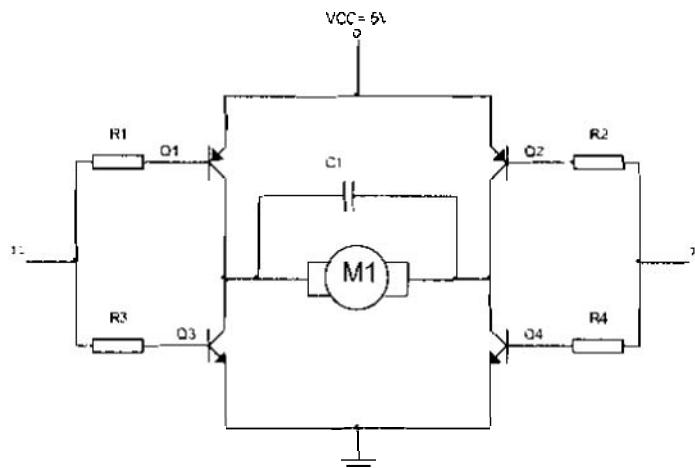

Figura 29-1 Puente en H con transistores
El primer problema a considerar es la forma de alimentar el motor, ya que la corriente máxima que puede proporcionar cualquier línea de salida de un PIC16F84A está limitada a 25 mA como máximo. Esta corriente es demasiado pobre para alimentar un motor DC directamente. Por ello, se hace necesario la utilización de transistores que pueden ser configurados en diferentes disposiciones, siendo la más utilizada el Puente en H (figura 29-1).
La forma más sencilla de controlar un motor de corriente continua de baja potencia, en velocidad y sentido de giro, es mediante la commutación electrónica de unos circuitos realizados básicamente con transistores que reciben el nombre de Puente en H, como se describe en la figura 29-1.
- Cuando el transistor Q1 se enciende, el transistor Q2 se apaga. El resultado es que el terminal de salida Z2 es alto. La polaridad de la alimentación es la misma que en la figura 29-1.